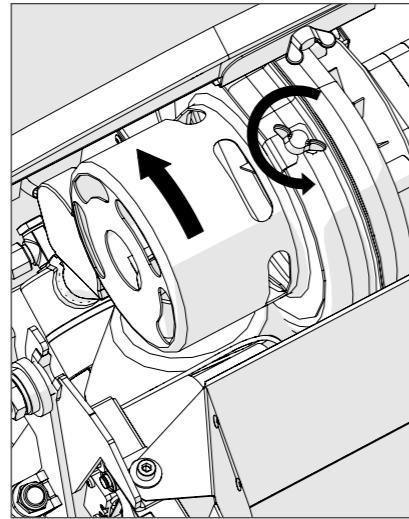

Bild 10
- Lossa skruven på fläktanslutningen (bild 10).